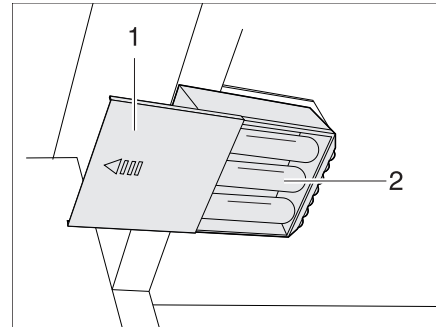

Fig. 280 Luci armadi guardaroba con LED, vano batteria aperto
- Togliere le batterie (Fig. 280,2) dal portabatterie.
- Inserire nuove batterie (Fig. 280,2) dello stesso tipo rispettando le polarità (+/-).
- Riapplicare il coperchio (Fig. 280,1).